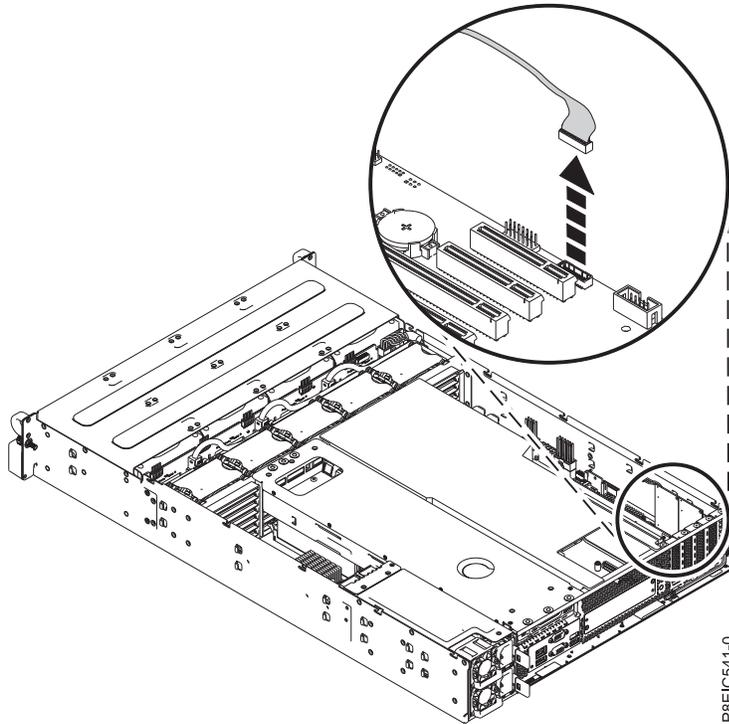

Abbildung 107. USB-Kabel an der Vorderseite abziehen
2. Entfernen Sie das Signalkabel am USB-Anschluss an der Vorderseite von der Systemrückwandplatine (siehe Abb. 107 auf Seite 99).